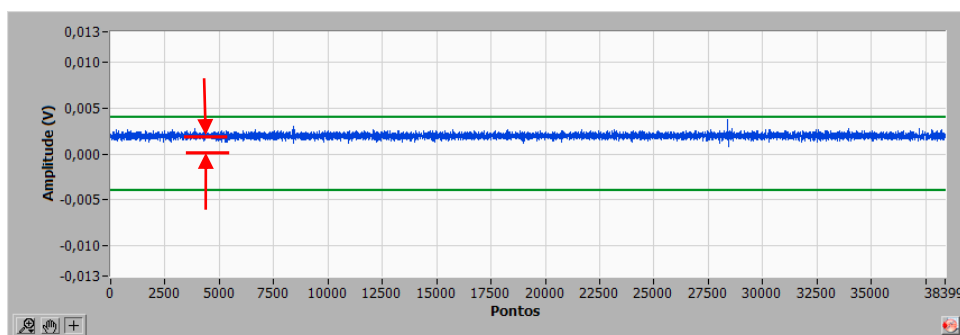

Figura 11. Gráfico de visualização do sinal indicando um offset de aproximadamente "+0,002 Volt".
Passo 01 – Clique no modo "Testar" e a linha azul (referente ao sinal) ficará ativa e sendo atualizada constantemente; observe se o valor médio do sinal coincide com o eixo x ($y=0,00$). Observe na Figura 11 um exemplo em que a linha azul não coincide com o eixo x, fazendo-se necessária a correção do *offset*.